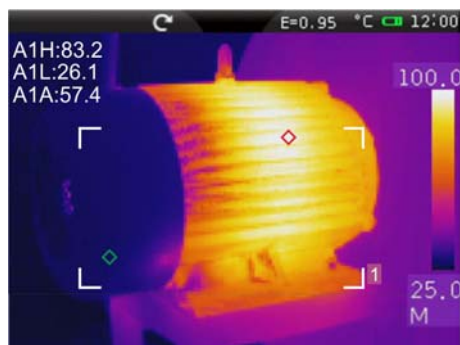

Fig. 31: Visualizzazione Area di misura
1. Toccare l'icona "X" per attivare l'Area desiderata. L'icona "✓" e l'Area attivata appaiono a display (vedere Fig. 31). Ogni Area è trascinabile in ogni posizione dell'immagine a display. Nella parte alta sinistra del display sono indicate le etichette "A1H", "A1L" e "A1A" ad indicare rispettivamente il valore Massimo, il valore Minimo e il valore Medio della temperatura dei punti interni all'Area. Le posizione del punto Max e del punto Min sono indicate con le icone " " e " " sull'immagine. L'Area, l'etichetta ("1", "2" e "3") e i valori Min,Max,Med dell'Area selezionata sono mostrate in colore rosso mentre è di colore bianco quando è fissata sull'immagine